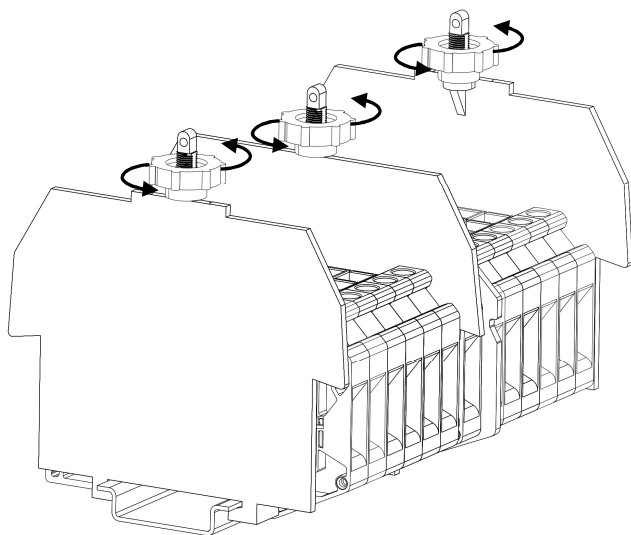
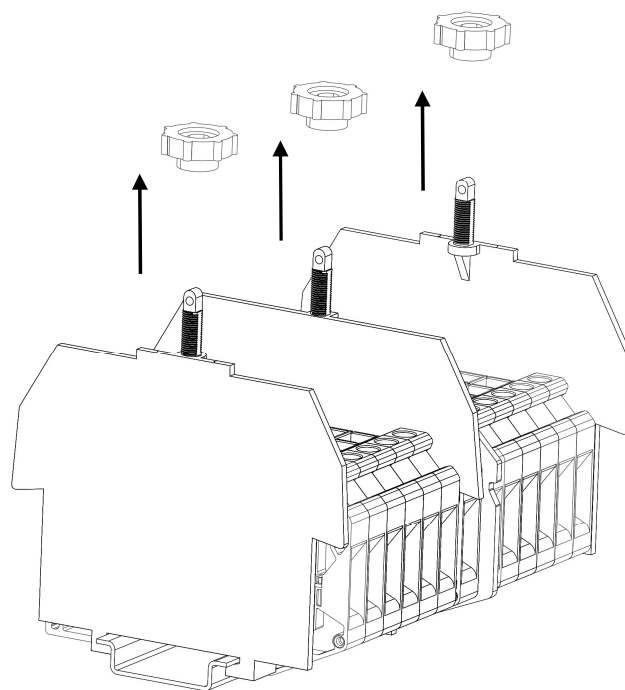

Рисунок 96 – откручивание пластиковых гаек от держателей профиля
Рисунок 97 – открученные пластиковые гайки от держателей профиля
- Чтобы установить защитный профиль, открутите от держателей пластиковые гайки против часовой стрелки (рис. 96; рис. 97).